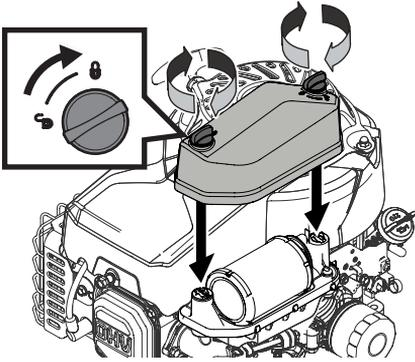

Figura 15
7. Coloque la tapa del filtro de aire (Figura 15). Gire tornillos en sentido horario hasta que quede ajustado. Revise si hay desalineación.